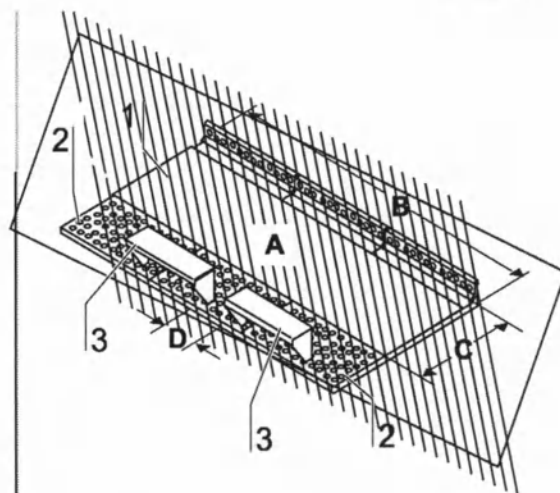

Рис. 9.
Рис. 9: Рабочая зона А, где обеспечивается полная защита материала, охватывает всю ширину В и глубину С рабочей поверхности. Две опоры для рук (3) располагаются на расстоянии 20 см (О) друг от друга относительно центра рабочей поверхности (1) или на сегментах рабочей поверхности. Опоры вставляются во второй ряд перфорационных отверстий (2) на рабочей поверхности.